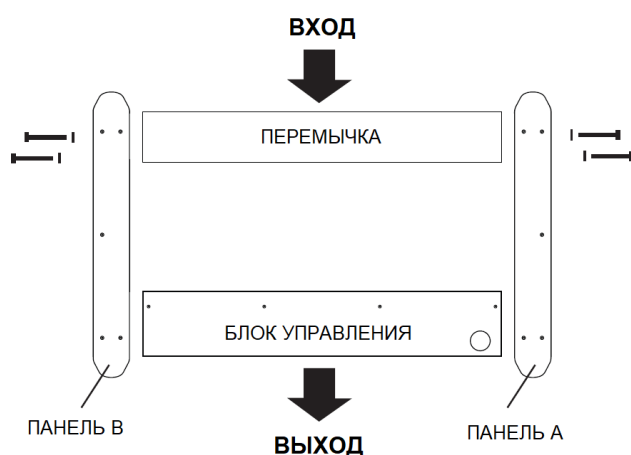

Рисунок 13
6. С помощью четырех оставшихся винтов с шайбами прикрутите перемычку к боковым панелям, как показано на рисунке ниже (см. Рисунок 13). Не затягивайте сильно винты!